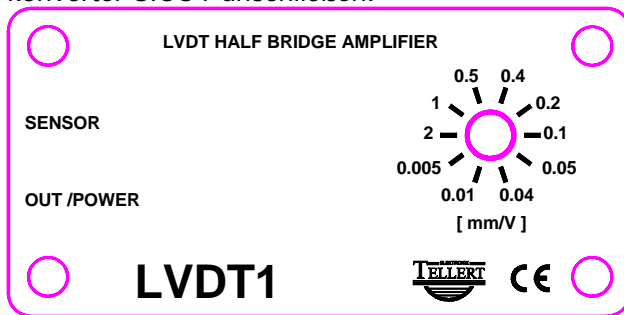

Abbildung 1: Deckplatte des LVDT1.
**Ausgangssignal:** das Ausgangssignal  $U_A$  liegt nominell im Bereich von 0 V bis 5 V; der Innenwiderstand  $R_I$  beträgt 2k $\Omega$ ; die unbelastete Ausgangsspannung liegt im Bereich von 200 mV bis 5,2 V; Die Verstärkung ist in 10 Stufen schaltbar (vgl. Abbildung 1), wobei die Beschriftung der Deckplatte so gewählt worden ist, daß 1 mm einer Sensorempfindlichkeit von 80 mV/V entsprechen; mit der eingestellten Verstärkung  $v$  berechnet sich der gemessene Weg  $s$  über die Formel